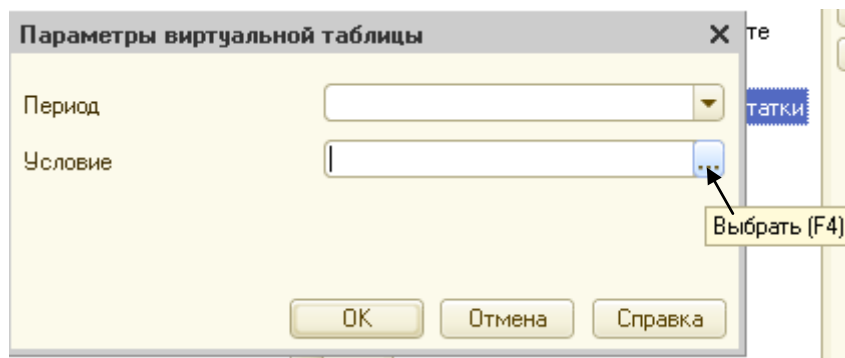

Рисунок 5.14 Кнопка вызова окна настройки условия
19. Создать параметр **Условие**. Вызвать окно создания условия (рис.5.14).